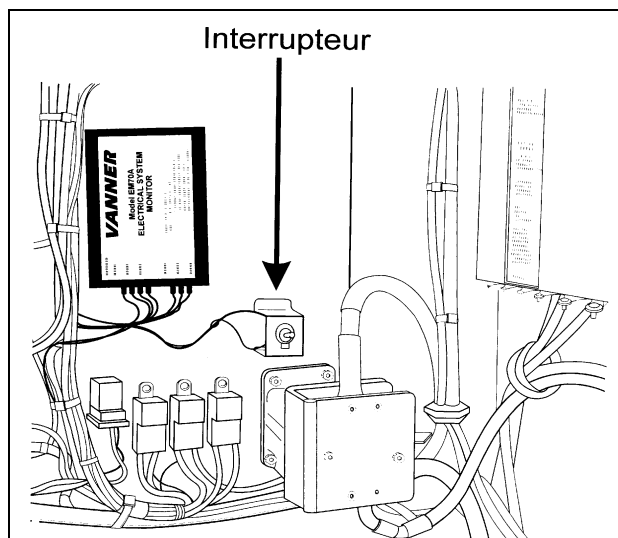

Figure 2 : interrupteur principale d'alimentation
- Couper l'alimentation électrique en mettant l'interrupteur principal d'alimentation en position d'arrêt "OFF" (figure 2)
2. Couper l'alimentation électrique en mettant l'interrupteur principal d'alimentation en position d'arrêt "OFF" (figure 2)